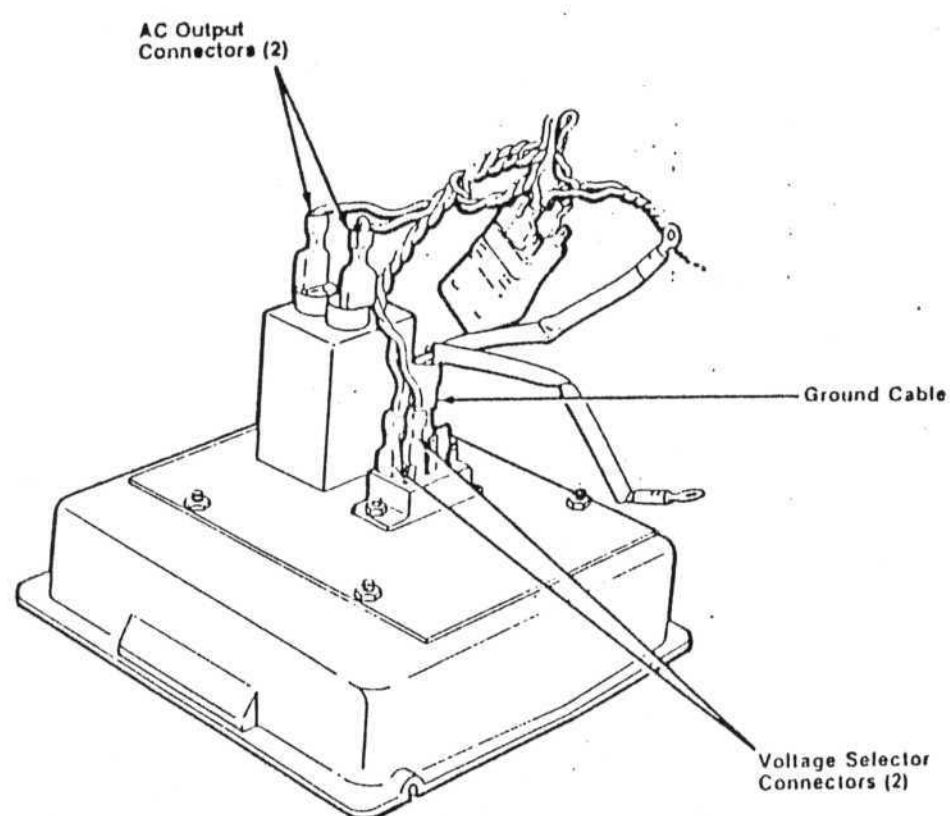
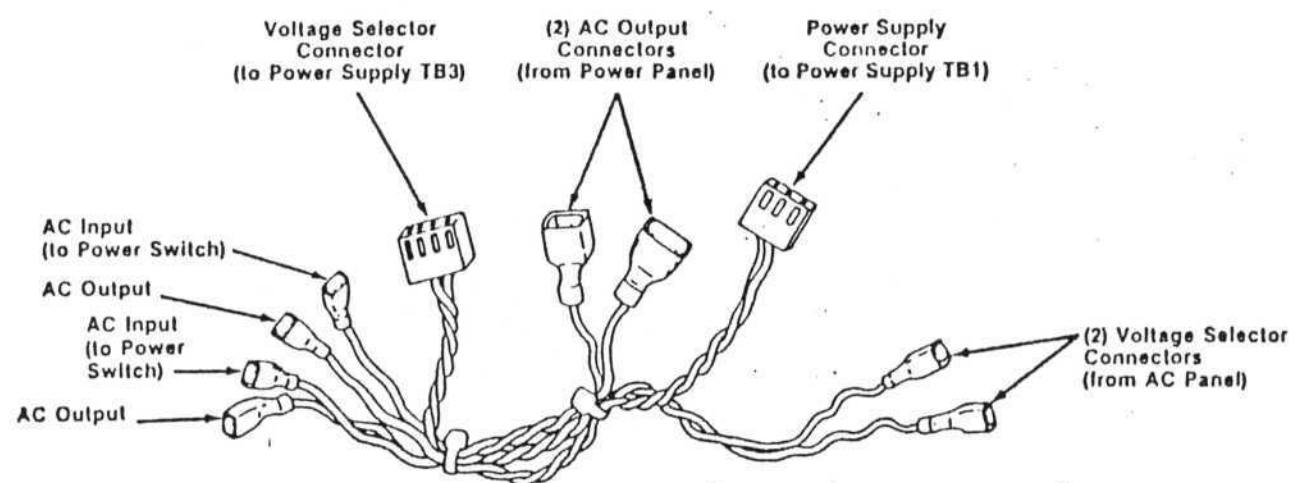
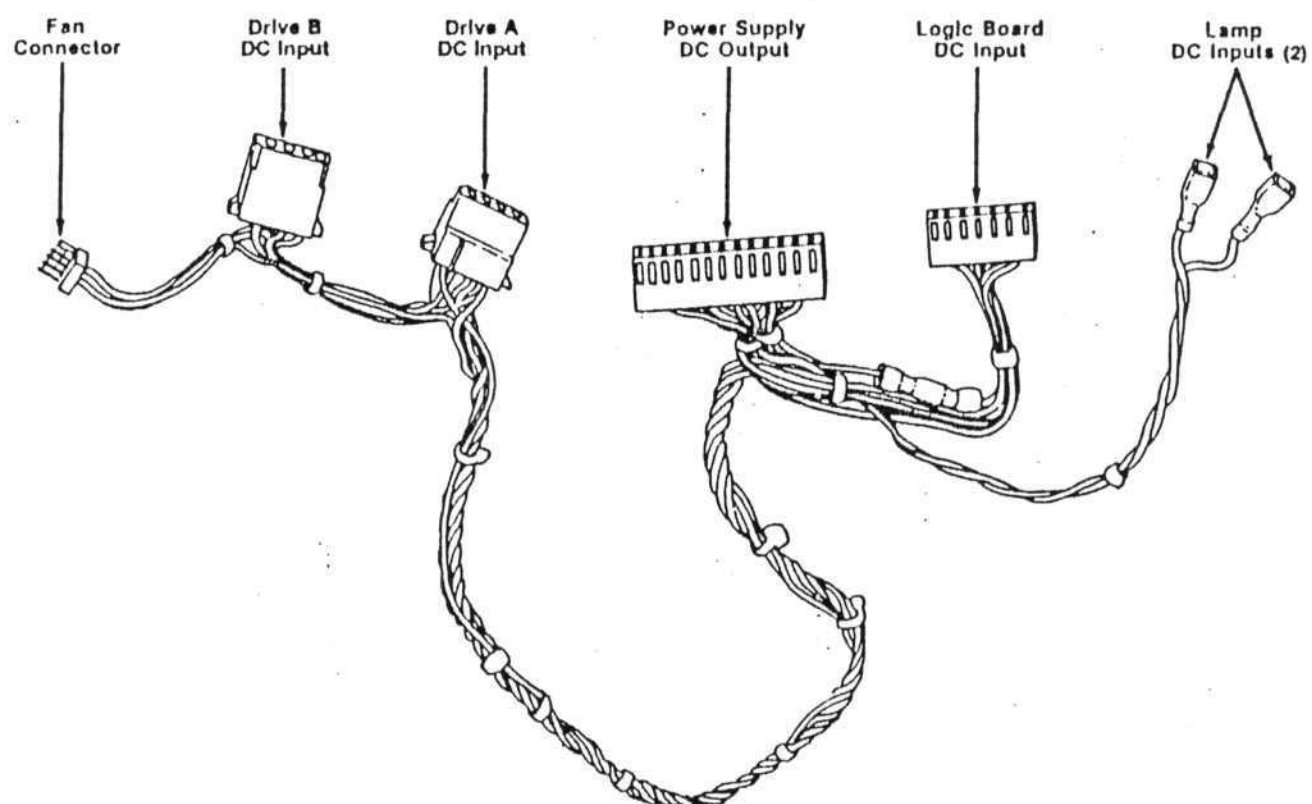
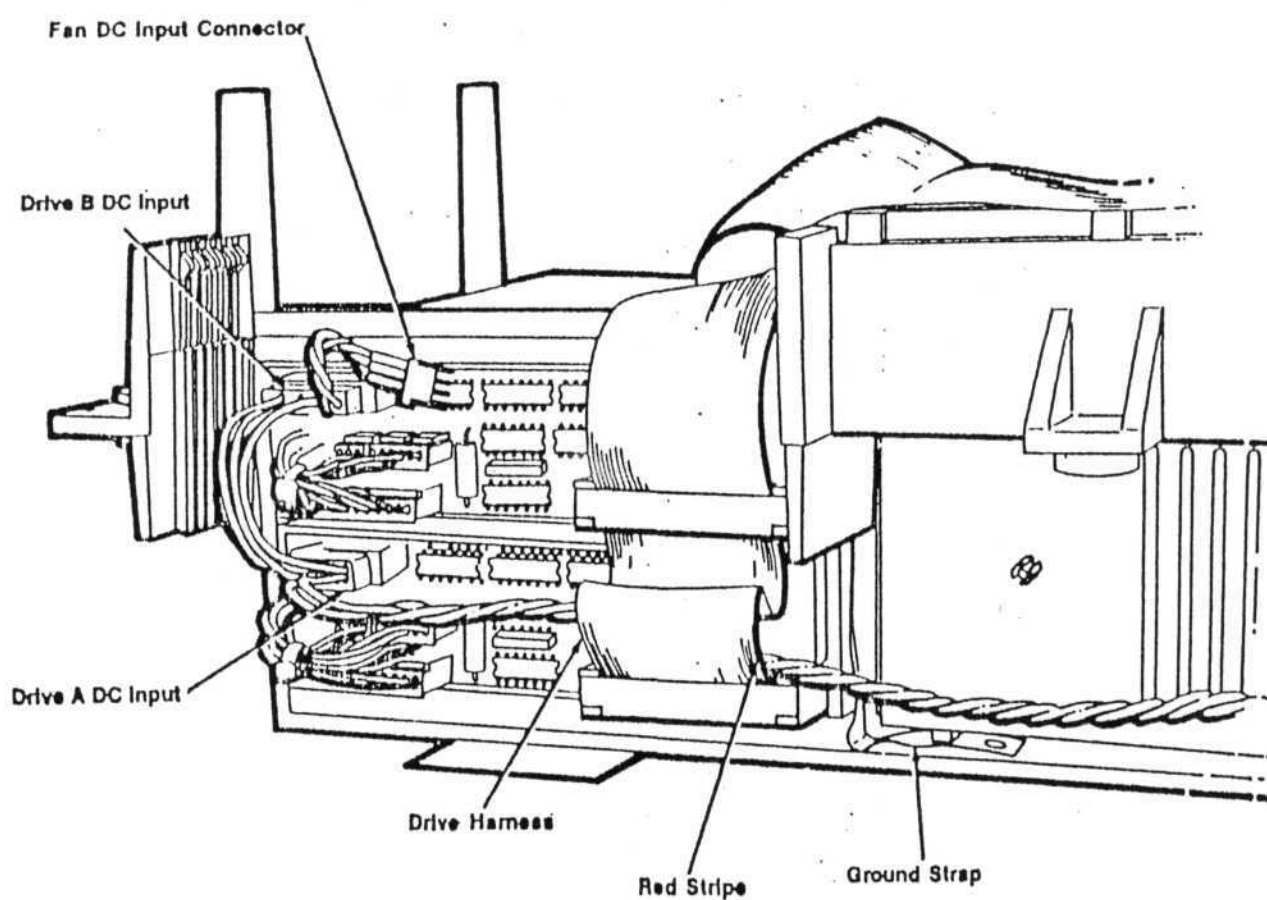

Bild 7
Bild 8
Bild 9
Bild 10
5. Als nächstes erfolgt die Verkabelung der AC-Power-Rückwand (Bild 7 und Bild 8), der Netzteilplatine (Bild 9) und der Laufwerke (Bild 10).